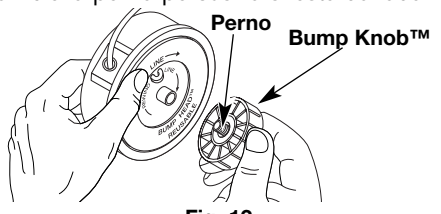

Fig. 12
1. Sostenga la bobina exterior con una mano y desenrosque la Bump Knob™ en sentido antihorario (Fig. 12). Inspeccione el perno de adentro de la perilla percusiva para verificar que se mueva con libertad. Cambie la perilla percusiva si está dañada.
14. Sostenga el carrete interior en su lugar y coloque e instale la perilla percusiva en sentido antihorario (Fig. 12). Ajuste bien.
1. Sostenga la bobina exterior con una mano y desenrosque la perilla percusiva en sentido antihorario (Fig. 12). Inspeccione el perno dentro del botón de tope para verificar que se mueva con libertad. Cambie el botón de tope si está dañado.